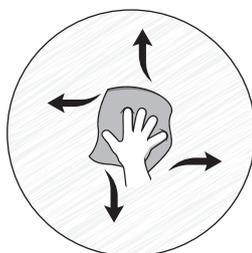

Fig. 13
- 6.2 Une fois le panneau en place, utilisez un chiffon doux pour le pousser fermement contre le mur sur toute sa surface, afin d'éliminer les bulles d'air. **(Fig. 13)**